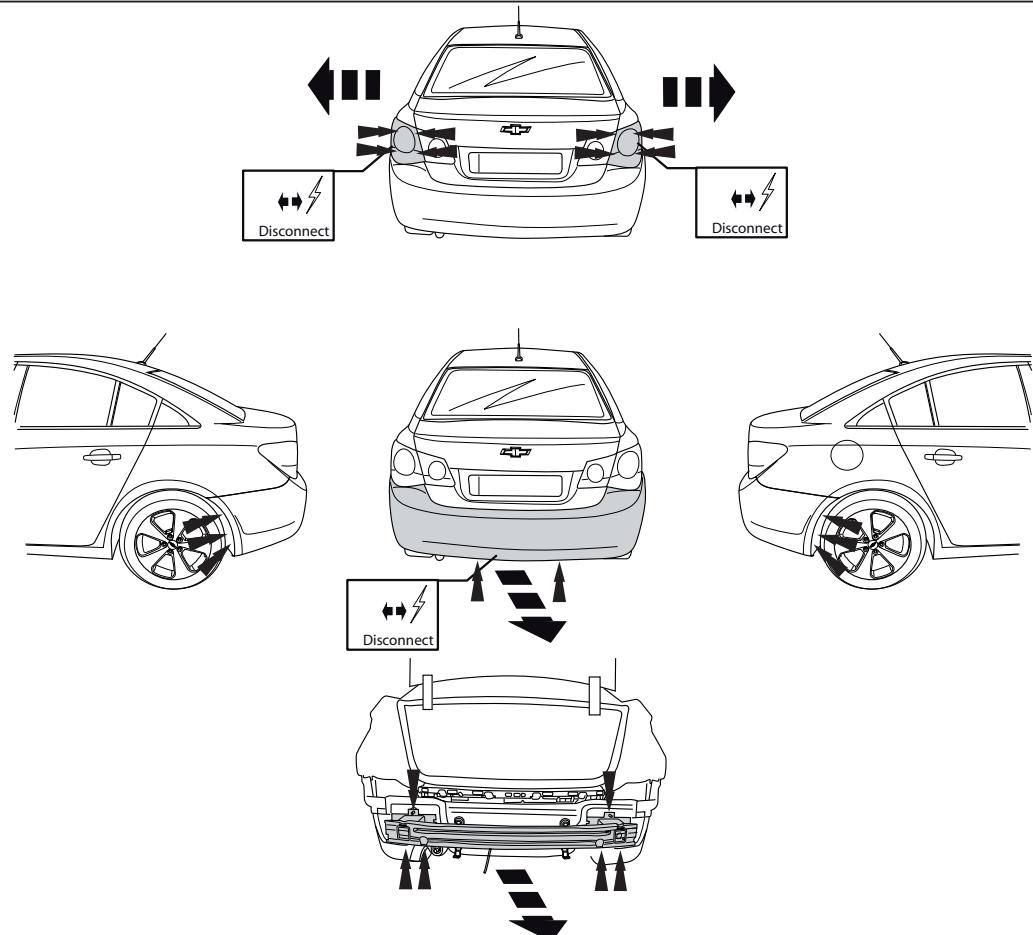

Fig.1
2. Снять бампер вместе со стальным буферным бруском автомобиля буферный брус больше не понадобится. См. рисунок 1 .